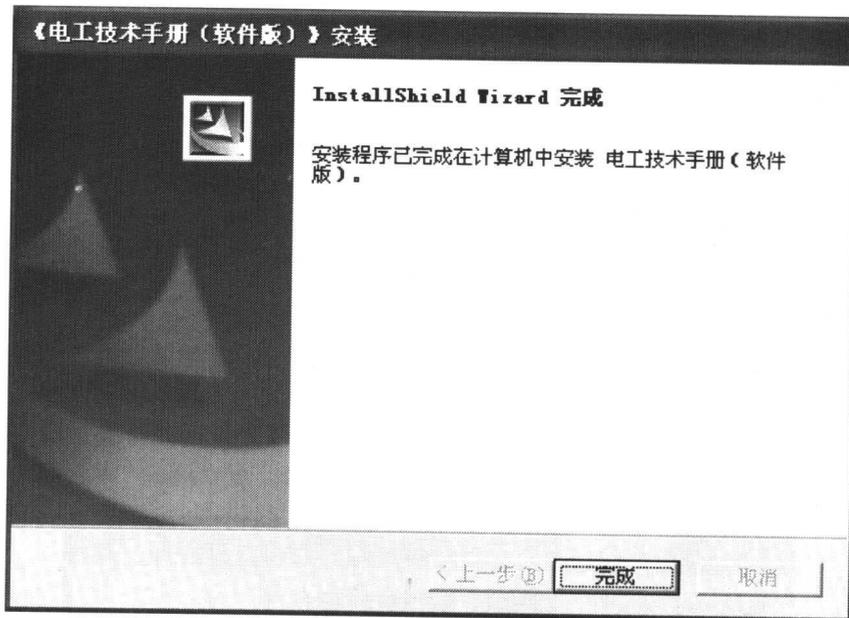

图 1-11 安装程序的结束界面
(10) 最后，屏幕上显示如图 1-11 所示的安装程序的结束界面，单击“完成”按钮，安装程序将完成整个安装过程。